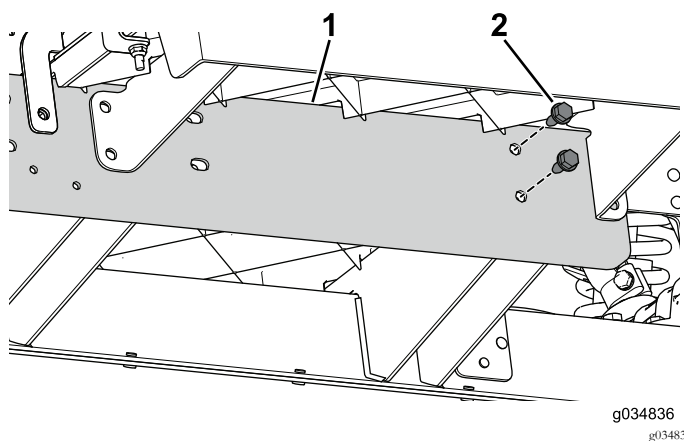

图23
3. 使用 2 个螺栓 5/16 x 3/4 英寸将延长轨道松松地安装到机器前部的中央通道上图23。